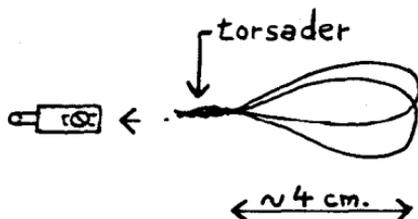

Fig. 20. — Balai.
* Les balais seront constitués de deux ou trois boucles, formées d'un brin de câble (fig. 20) pour frotter très légèrement sur les secteurs du plateau, les prendre longs de 4 cm ! Orienter les boucles dans le sens de défilement du plateau.